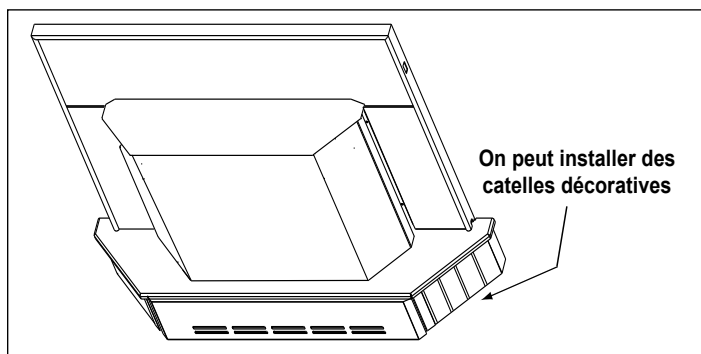

Figure 23.3
3. Mesurez les garnitures frontales et latérales de façon à ce qu'elles soient suffisamment hautes pour recouvrir les mécanismes extensibles et faites une marque au crayon avant de les couper. Coupez la moulure en trop sur le **bord supérieur**, pas le bord inférieur. Le bord est tranchant. Portez des gants pour éviter de vous blesser. **Figure 23.3.**
REMARQUE : Vous pouvez découper des carreaux de céramique d'une épaisseur de 9,5 mm (3/8 po) ou un autre matériau similaire et les placer sous la lèvre du bord supérieur de la moulure comme ornement de finition. **Figure 23.3.**